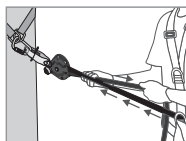
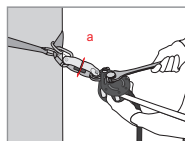

Fig. 3
Fig. 4
Dopo aver terminato l'installazione della linea di vita, tirare manualmente la corda (dal lato del nodo all'estremità- Fig. 3) in modo da effettuare una prerogolazione della tensione. La camma (8) e la leva della camma (4) entreranno automaticamente in contatto con la corda. Abbassare la leva della camma (4), quindi, servendosi di una chiave adeguata, tendere l'asse di regolazione della tensione (1) fino a quando la rondella indicatore di tensione (a) posta sull'indicatore di tensione (2) non ruoterà liberamente (Fig. 4). Non appena la rondella ruota liberamente, SMETTERE DI SERRARE! La tensione applicata corrisponde a una pretensione della linea di circa 0.5 kN. Durante l'uso controllare periodicamente la tensione (rotazione della rondella indicatore di tensione) e, se necessario, regolarla come indicato sopra.